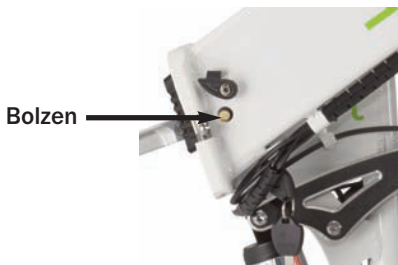

Abb. 7
Stellen Sie sicher, dass der Elektromotor AUSGESCHALTET ist (Steuerkonsole (4) am Lenker (8)). Schließen Sie nun das mitgelieferte Ladekabel zuerst an den Anschluss-Port (15) des Fahrrads (siehe Abb. 7) und dann an eine ordnungsgemäß installierte frei zugängliche Netzsteckdose (220-230V ~50Hz) an.